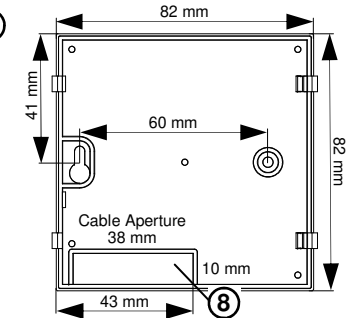

Fig. 4
1. Sollevare la manopola facendo leva con un cacciavite nell'apposito invito (2).
2. Rimuovere la calotta plastica spostando verso l'interno, con l'aiuto di un utensile, i due dentini plastici (3) posti sul fianco destro.
3. Fissare la base del termostato alla parete tramite le due sedi per viti con interasse 60 mm (Fig. 4).